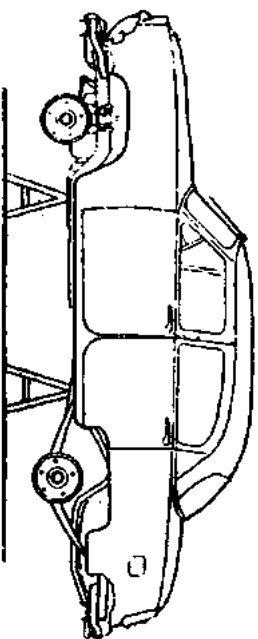

Рис. 106. Установка автомобиля на козлы.
7. Поставьте автомобиль на козлы под лонжероны кузова так, чтобы колеса были подняты над полом гаража на 5 см (рис. 106).